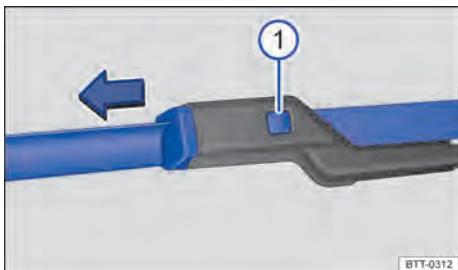

Fig. 140 No para-brisa: substituir as palhetas dos limpadores dos vidros
- Manter o botão de destravamento pressionado e, ao mesmo tempo, puxar a palheta dos limpadores dos vidros para fora, no sentido da seta → Fig. 140 ①.